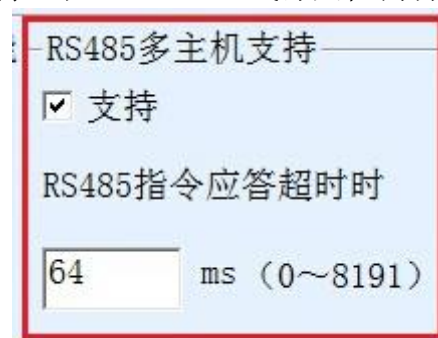
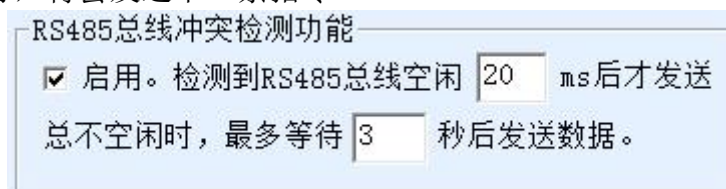

图 41 RS485 多主机支持
图 42 RS485 防冲突空闲时间
1. 图 42 所示为“RS485 总线防冲突时间”，一般可以设置为参数配置界面右下角的“数据包间隔”的两倍，但是最小不能小于 20。
2. 图 41 所示为“RS485 指令应答超时时间”，一般根据来回应答的指令长度决定，如果发送指令为 N 字节，应答为 M 字节，那么建议设置的值为：“数据包间隔” \times (N+M+5) +100。
此时需要注意的是需要将图 42 所示为“RS485 总线防冲突时间”和图 41 所示为“RS485 指令应答超时时间”的两个勾去掉。否则无法实现上述转发功能。